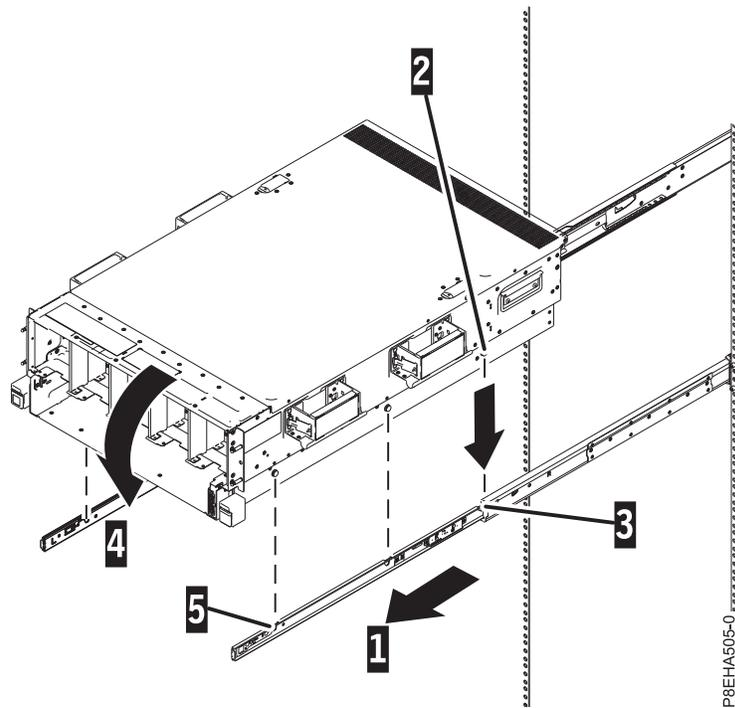

Figura 11. Instalación del chasis en el hardware de montaje
1. Extienda el hardware de montaje (1), tal como se muestra en la Figura 11 en la página 12.
4. Incline la parte frontal del sistema hacia arriba de forma que las patillas posteriores del chasis (2) se inserten en los orificios posteriores del hardware de montaje (3), tal como se muestra en la Figura 11.
5. Incline la parte frontal del sistema hacia abajo de forma que las patillas del chasis queden insertadas en la parte frontal (4 y 5) y en los orificios del medio del hardware de montaje, tal como se muestra en la Figura 11.